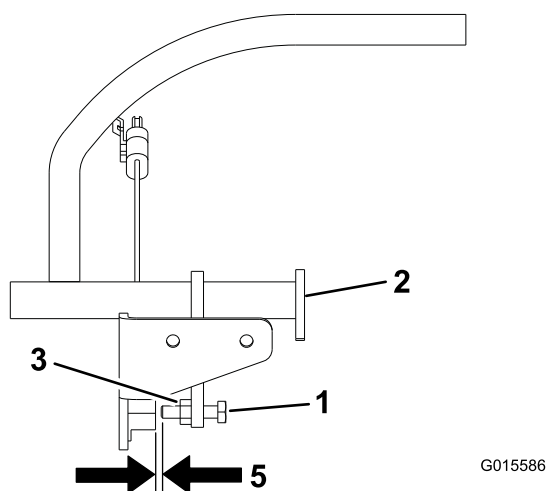

図 22
10. 近接スイッチとボルトとの間に 0.5 mm の隙間ができるようにボルトを調整する（図 22）。